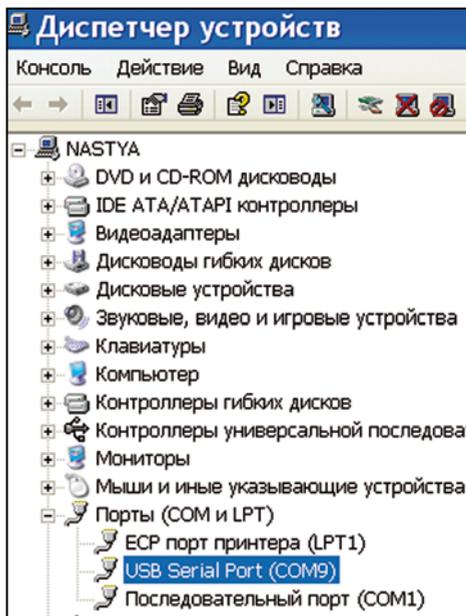

Рисунок 5. Диспетчер устройств
6.2.2 Чтобы проверить номер виртуального COM порта, надо запустить Диспетчер устройств рисунок 5:
6.2.5 Порты COM3 - COM8 в списке на рисунке 6 отмечены, как «используемые» в системе. На самом деле, в данный момент времени они свободны, а реально «используется» только последовательный порт COM1 материнской платы компьютера рисунок 5. Общая рекомендация такова: если какое-либо USB устройство с COM портом (например, адаптер COM порта) в данный момент не подключено к компьютеру, его номер порта можно использовать для драйвера USB-ПО5.